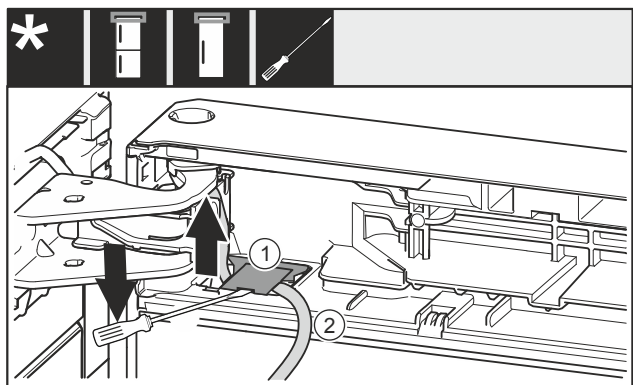

Fig. 10
- Con un cacciavite a intaglio Fig. 10 (1), sollevare la copertura e rimuoverla.
- Sfilare il cavo Fig. 10 (2).